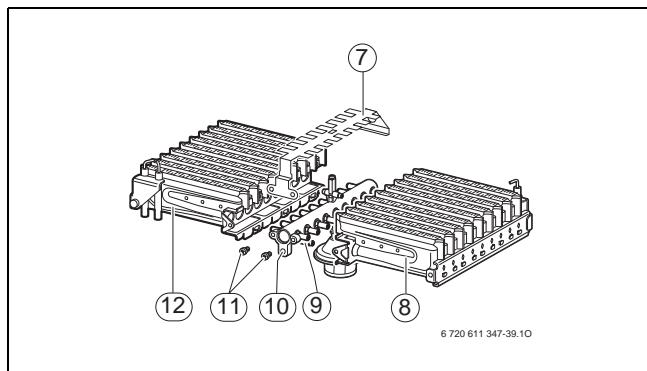

Рис. 32
- ▶ Отвернуть винты (→ рис. 32, [1]).